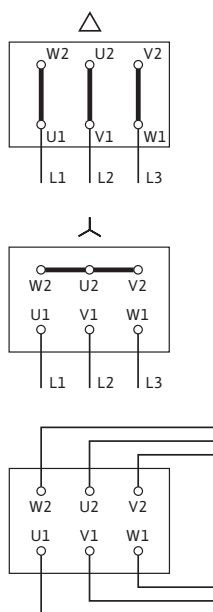

Fig. 43: Nettilkobling
Koblingskjemaet for elektrisk tilkobling befinner seg i koblingsboksdekslet (se også Fig. 43).
- Nettilkoblingen er avhengig av motorytelsen P_2 , nettspenningen og innkoblingstypen. Den nødvendige koblingen til forbindelsesbroene i koblingsboksen finner du i påfølgende opplisting "Tab. 4: Tilordning av koblingsklemmer" på side 17 og i Fig. 43.